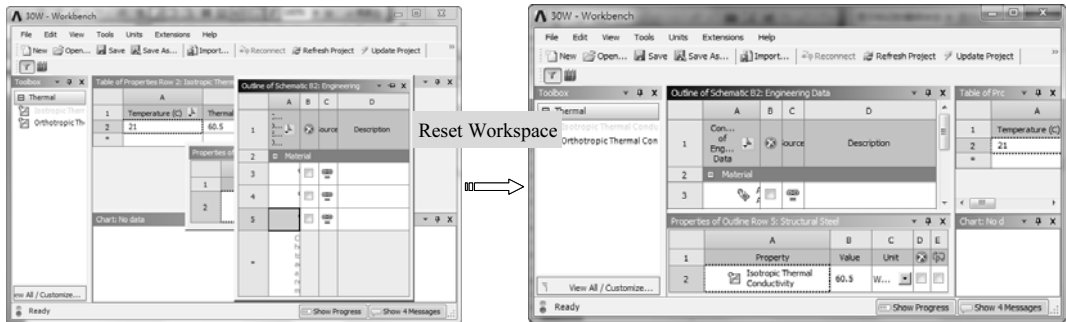

图 1-8 Reset Workspace (复原操作平台)
- ✧ Reset Workspace (复原操作平台): 将 ANSYS 14.5 Workbench 平台复原到初始状态，如图 1-8 所示。